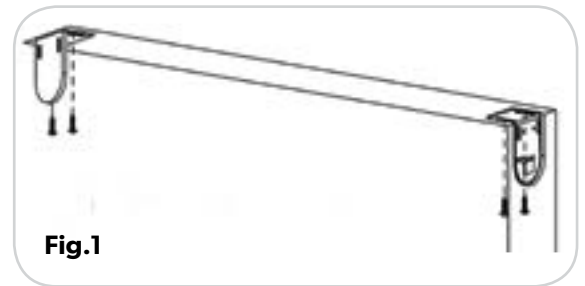

Fig.1
Votre store à enroulement d'extérieur Simple Lift™ peut être accroché depuis le haut d'une surface (p.ex. un cadre de fenêtre, **Fig. 1**) ou monté latéralement sur la surface intérieure d'un mur, d'une terrasse ou d'un porche. Peu importe la façon dont vous choisissez d'installer le store, les instructions pour l'installation sont les mêmes.
- C.** Installez les supports de fixation au plafond ou au mur à l'aide des vis à bois fournies. (**Fig. 1**)
La persiana en rollo para exteriores Simple Lift™ puede colgarse desde la parte superior de una superficie (es decir, el marco de una ventana), (**Fig. 1**) o instalarse lateralmente desde la superficie interior de una pared, el patio o el porche, sin importar cuál aunque la instalación varía según el tipo de cerca que elija, el proceso básico sigue siendo el mismo.
- C.** Coloque las abrazaderas de instalación al techo o a la pared con ayuda de los tornillos para madera proporcionados. (**Fig. 1**)